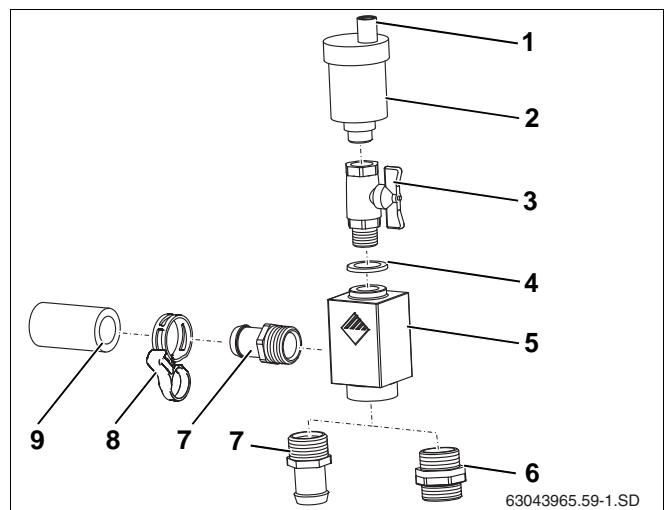

Fig. 55 Udlufterensæt universelt
Solvarmeanlægget udluftes via den åbne tapskrue. Vejrbeskyttelseskappen (fig. 55, **pos. 1**) skal altid sidde på tapskruen under drift, så der ikke kan trænge fugt ind i solvarmeanlægget gennem den åbne tapskrue.
Leveringsomfang udlufterensæt universelt (fig. 55):